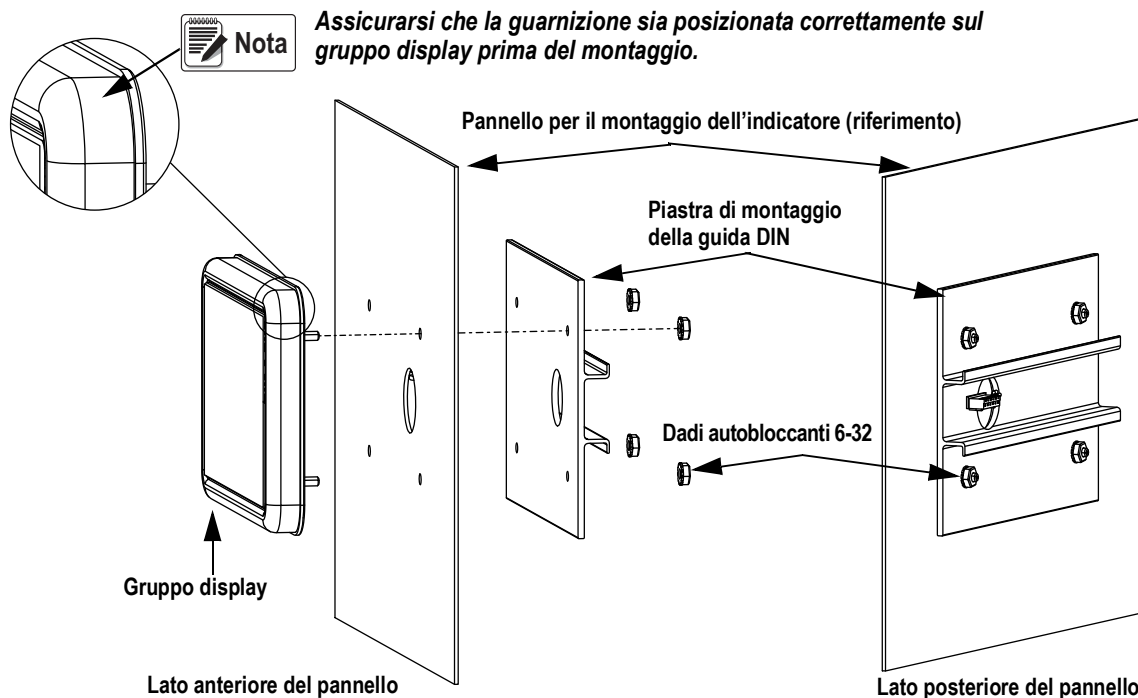

Figura 2-3. Montaggio del gruppo display
3. Allentare e rimuovere i quattro dadi autobloccanti che fissano la guida DIN e il gruppo display al pannello, vedere la Figura 2-3 a pagina 13.